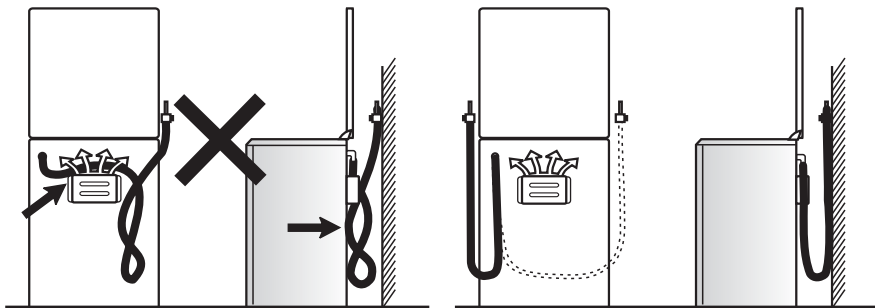

Рис.19
- шланг не должен проходить в зоне горячего воздуха дымохода и касаться задней стенки плиты (рис.19);
ПОМНИТЕ: ПОСЛЕ УСТАНОВКИ ПЛИТЫ НА МЕСТО ОБЯЗАТЕЛЬНО ПРОВЕРЬТЕ ПОЛОЖЕНИЕ ГИБКОГО ШЛАНГА ПОДВОДА ГАЗА И ШНУРА ПИТАНИЯ (РИС.19). ОНИ НЕ ДОЛЖНЫ ПРОХОДИТЬ НАД ДЫМОХОДОМ И КАСАТЬСЯ ЗАДНЕЙ СТЕНКИ ПЛИТЫ. ВО ВРЕМЯ РАБОТЫ ДУХОВКИ ТАМ ВОЗНИКАЕТ БОЛЬШАЯ ТЕМПЕРАТУРА, КОТОРАЯ МОЖЕТ ИХ ПОВРЕДИТЬ!